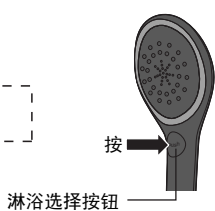

图 1
- f) 当显示板出现 "MAX" 时, 若要较高的温度, 逆时针转动水量旋钮以减少水流量直到 "MAX" 消失 (参考图 1)。
- 第一步骤：按下开关板掣然后使用淋浴选择按钮选择广宽花洒的类型 (请参阅图 1)。
- 确保单元安装在墙壁上如图 1 所示 (只限垂直状态)。